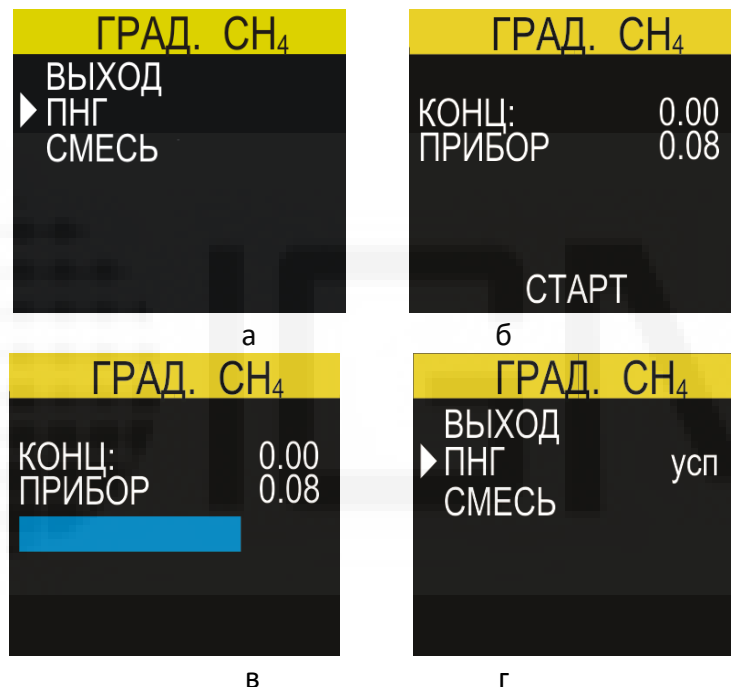

Рисунок 24 - Меню градуировки метана. Выставление "нуля"
3.8.5 Далее необходимо провести калибровку "нуля". Для чего выбрать в меню градуировки строку "ПНГ" и нажать кнопку "ОК" (рисунок 24а). На дисплее отобразится содержание метана в ПНГ-азот ("КОНЦ.") и текущие показания прибора по каналу метана ("ПРИБОР") - см. рисунок 24б.
3.8.6 Начать подачу ПНГ-азот через насадку прибора и нажать кнопку «ОК» для начала градуировки. Расход ПНГ-азот необходимо контролировать ротаметром в пределах $0,5 \pm 0,2$ л/мин. Подавать ПНГ-азот необходимо в течение времени, равному утроенному значению $t_{0,9}$ для выбранного газа (для метана - 90 сек, для остальных газов - 180 сек) до тех пор, пока не исчезнет полоса загрузки (рисунок 24в), а дисплей не вернется на первый этап градуировки (рисунок 24г).